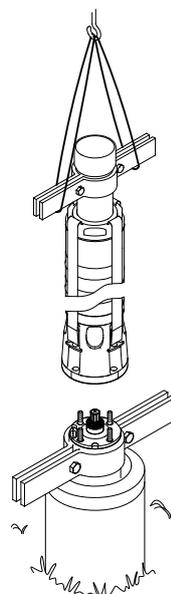

Abb. 20 Anheben der Pumpe in die richtige Position
3. Die Pumpeneinheit mit Hilfe des am Verlängerungsrohr befestigten Halseisens anheben. Siehe Abb. 20.